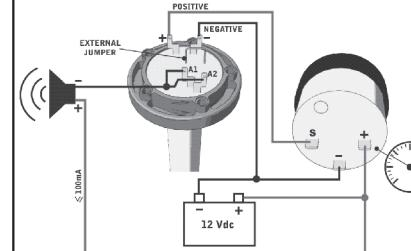

Fig. 6
- I sensori di tipo resistivo **240-33 ohm** (modello PCHG2AXXX e PHWG2AXXX) possono diventare sensori di tipo resistivo **VDO 3-180 ohm** semplicemente tagliando il JUMPER mostrato in Fig. 6.
I sensori resistivi (modello PCHG2AXXX e PHWG2AXXX) sono dotati di un ponticello (vedi "External Jumper" in vedi Fig. 6) utile per la scelta di funzionamento con strumenti **STD Sistema americano 240-33 ohm** (ponticello integro) o con strumenti tipo **VDO Sistema europeo 3-180 ohm** (ponticello tagliato). È disponibile anche il modello compatibile con strumenti indicatori **3-90 ohm** (modello PCHK2AXXX e PHWK2AXXX).
Non collegare mai direttamente un sensore resistivo (Fig.6) ai cavi provenienti dalla batteria.
- 3-180 Ohm (resistivo tipo VDO), tensione a vuoto dalla bobina dello strumento : 5 ÷ 18Vdc (vedi Fig. 6)
- 240-33 Ohm (resistivo tipo Standard), tensione a vuoto dalla bobina dello strumento: 5 ÷ 18Vdc (vedi Fig. 6)
- 3-90 Ohm (tipo resistivo), tensione a vuoto dalla bobina dello strumento: 5 ÷ 18Vdc (vedi Fig. 6)
- Per i sensori SDL di tipo resistivo, l'alimentazione è fornita al sensore mediante lo strumento indicatore (vedi Fig. 6), evitando quindi il collegamento diretto del sensore alla batteria (Brevetto S.I.E.M.)
- salvo diversa specifica indicazione, lo strumento indicatore da utilizzare sia alimentato a 12Vdc (i modelli PCHG2AXXX e PHWG2AXXX sono utilizzabili anche con strumenti indicatori alimentati a 24Vdc, purché la tensione a vuoto dello strumento tra il terminale "S" e il terminale "-" (vedi Fig. 6) sia compresa tra 2,5Vdc e 20Vdc).